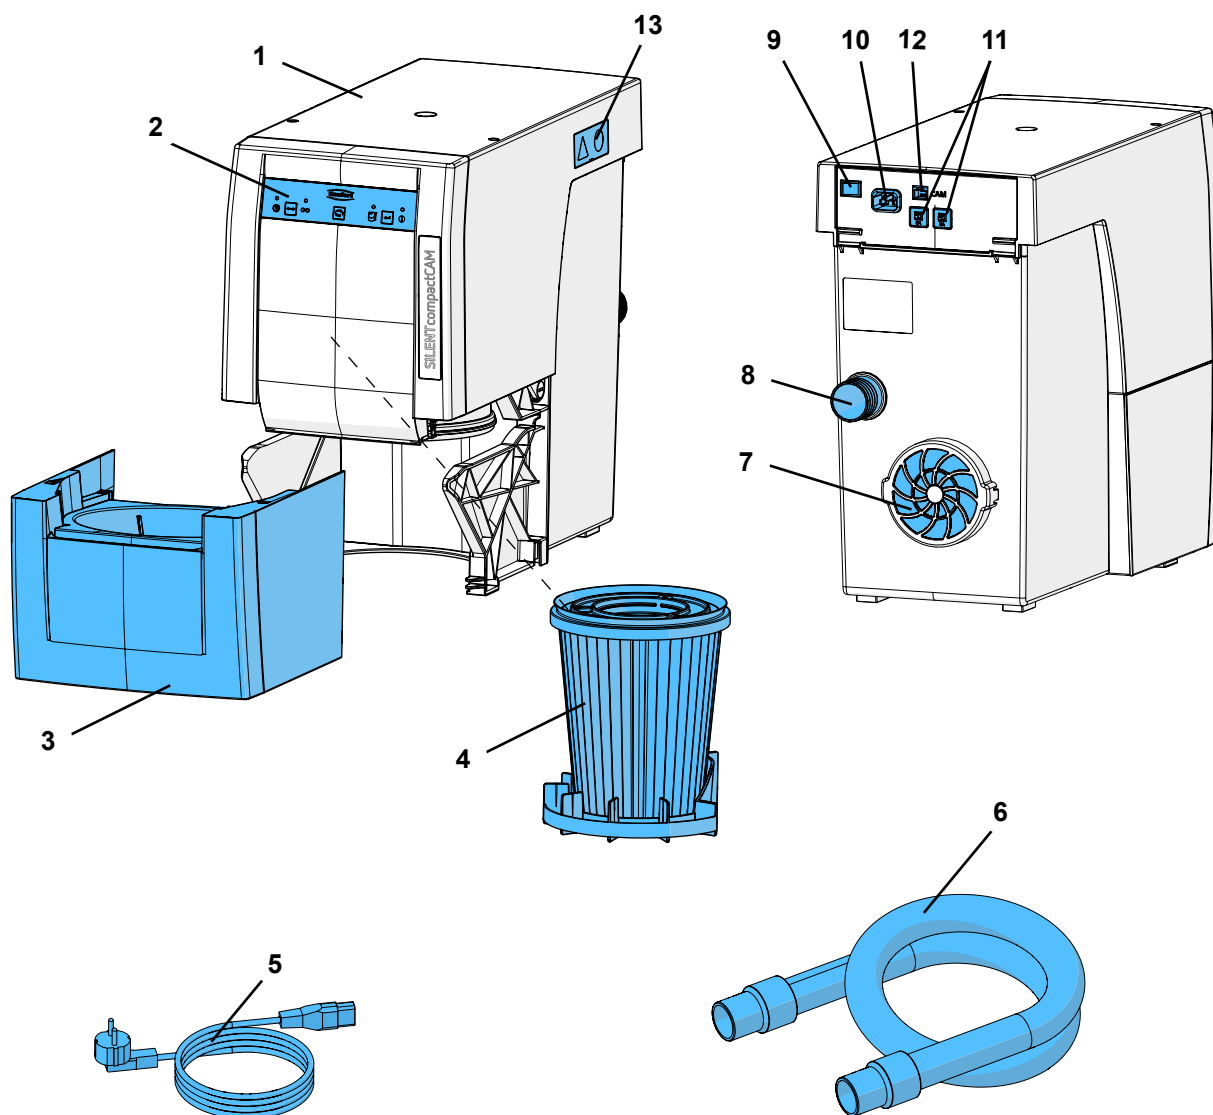

Fig. 1
- Abertura en la pared posterior del armario, mín. 250 x 120 mm, directamente enfrente de la salida de aire de escape (7, Fig. 1).
- ⇒ Desconectar el aparato a través del interruptor de conexión / desconexión (9).
- ⇒ Introducir el cable de red (5, Fig. 1) a la conexión de red (10).
- ⇒ Introducir el tubo de aspiración (6, Fig. 1) en la boca de succión (8).